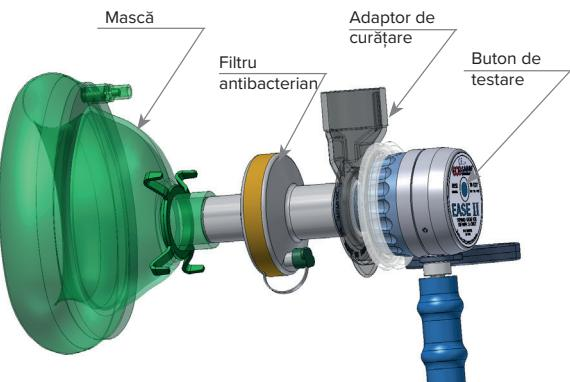
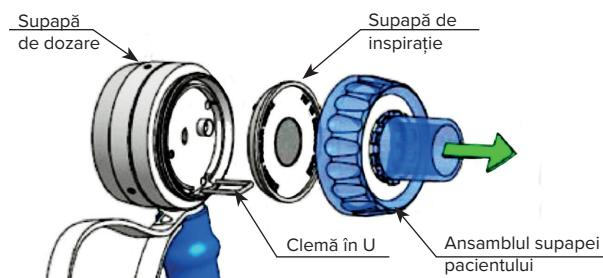

Fig. 1: Montarea adaptorului de curățare, a filtrului și a măștii
Fig. 2: Componentele supapei de dozare
- Dacă în sistem este inclus un adaptor de curățare, conectați-l la supapa de dozare prin împingerea acestuia pe supapa pacientului (vezi Fig. 1).
Selectați o mască sau o piesă bucală adecvată și un filtru pentru pacient și fixați-le pe supapa de dozare prin apăsare pe mușa conică cu diametrul de 22 mm de pe supapa pacientului (vezi Fig. 1).
Sistemele cu buton de testare trebuie verificate prin apăsarea ușoară a butonului de testare (vezi fig. 1, fig. 2). Ar trebui să se audă gazul care curge prin mască sau prin piesa bucală. La eliberarea butonului de testare, fluxul trebuie să se oprească.
3. Scoateți și îndepărtați clema în U cu o șurubelnită mică. Vedi fig. 2 mai sus.